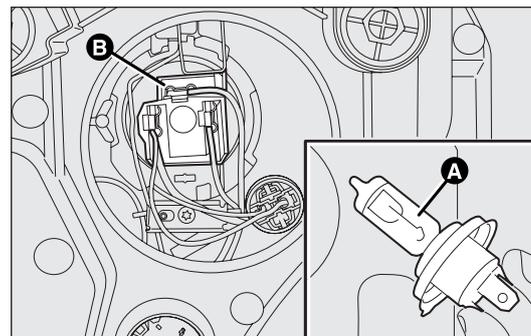

fig. 162
- débrancher le connecteur électrique B-fig. 162 central et décrocher le ressort de retenue de l'ampoule ;